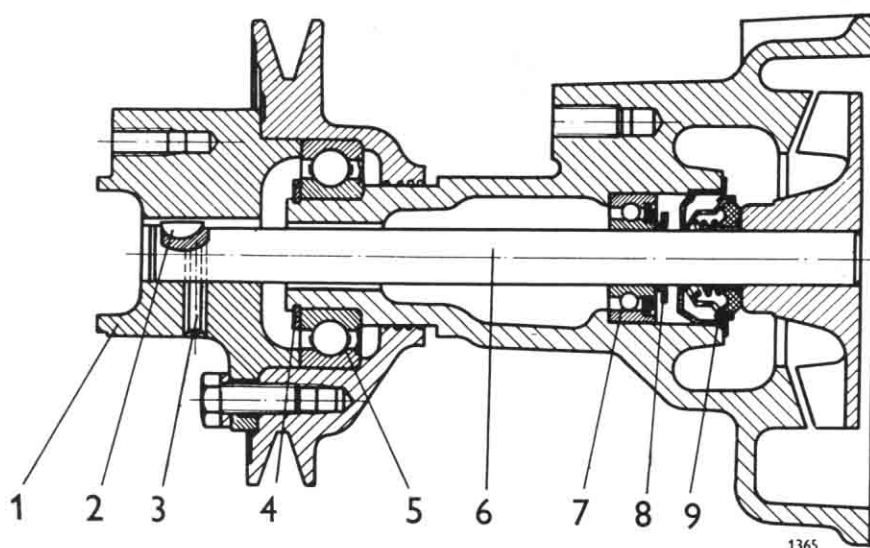

Fig 52. Kylvätskepump.
8. Placera avkastarringen 8, på bakre lagret och pressa i tätningen 9, se fig 52 och 53.